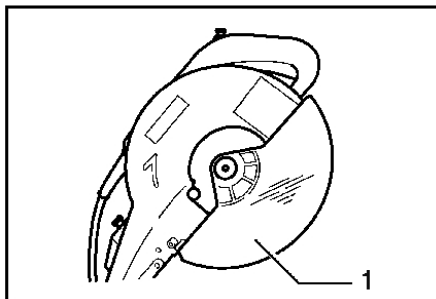

Рис. 4
При опускании пилы, защита пыльного диска (1) поднимается автоматически, когда пиление будет окончено, возвратная пружина вернет защитный кожух в исходное положение (рисунок 4).